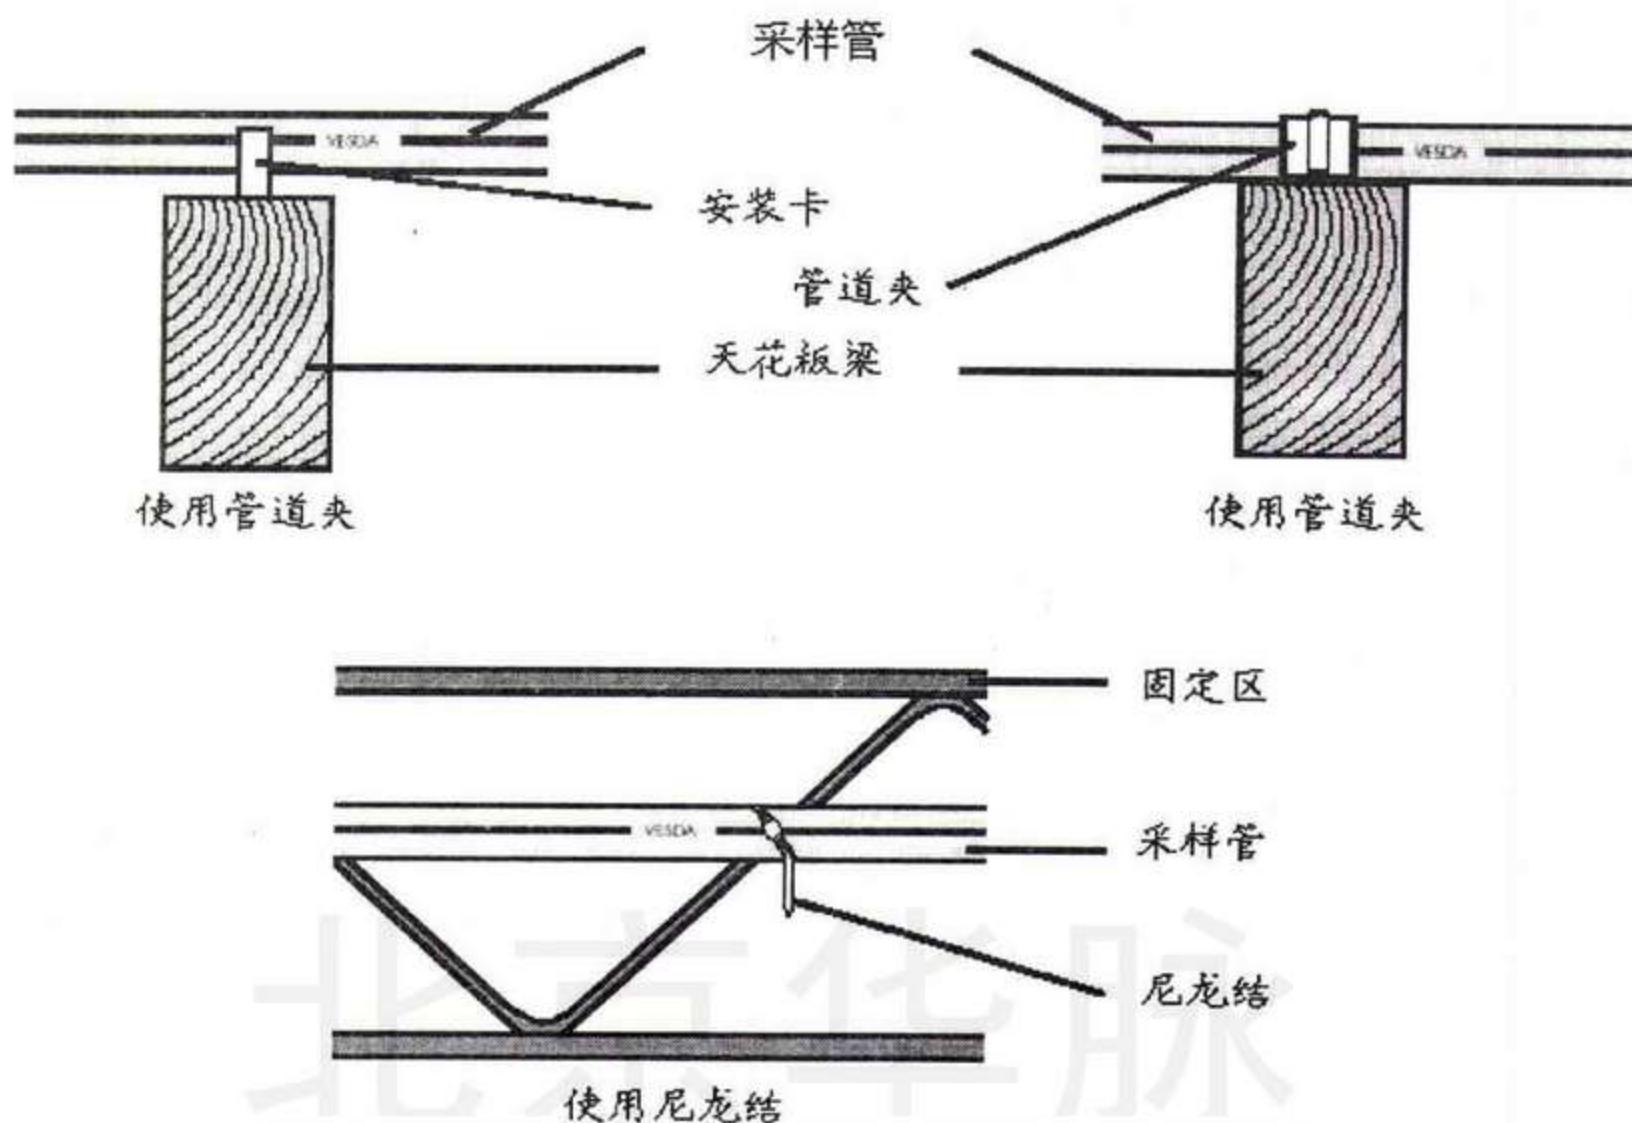

图 11：固定采样管的三种方法。这些方法也可用于固定隐藏式采样中的主干管道。
4. 天花板内采样时，应该用标准的 PVC 管道卡或尼龙自锁结将管道固定在顶梁或其他支柱上。如图 11 所示。